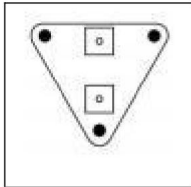

Abb.1.
- 1). Verwenden Sie Wandpaneele (2), um die gewünschte Position der Ventilatoren einzustellen. Markiere drei Befestigungslöcher: Bohren Sie drei Löcher in die markierten Stellen. Stellen Sie sicher Ihr Montagebereich ist strukturell einwandfrei und frei von Hindernissen. Siehe die(Abb.1.)